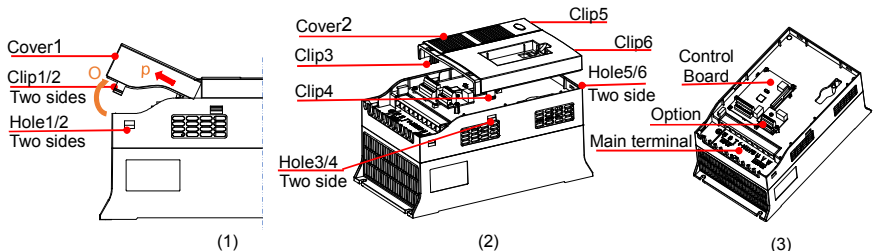

Рис.3-3 NE300 3P 400B 15~22кВт(GB)/18.5~30 кВт (PB)
Рис.3-3а NE300 3P 400V 1.5~11кВт(GB)/2.2~15кВт(PB)
■ Существует 2 разных типа моделей с пластиковым корпусом см. Рис.3-3а/б
■ Установка и снятие кнопочной панели: Выньте панель из привода как показано на Рис.3-3а(1), затем потяните в направлении 'P'. Установка происходит в противоположном порядке.
■ Подготовка для моделей с Рис.3-3а: Ослабьте скобы 3/4, затем поднимите крышку в направлении 'O' и снимите по направлению 'P'.
■ Подготовка для моделей с Рис.3-3б: Ослабьте скобы 1/2, поднимите пластиковую крышку №1 в направлении 'O' и снимите по направлению 'P'. Ослабьте скобы 3-6 и снимите крышку №2.